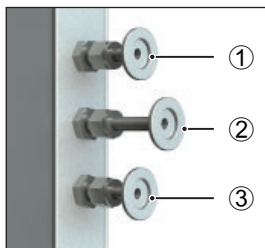
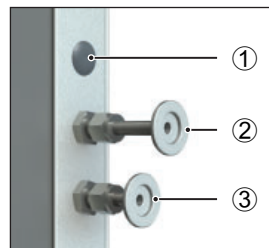

Рис. 21 Соединения на обратной стенке устройств VO 49 Premium и VO 101 Premium
Рис. 22 Соединения на задней стенке устройств VO 29 Premium и всех стандартных устройств
С помощью соединительного шланга соедините патрубок для вакуума на задней стенке устройства (Рис. 21 и Рис. 22 ③) с патрубком вакуумного насоса.
С помощью соединительного шланга с разъемом DN16KF подсоедините баллон с инертным газом (редукционный клапан) к патрубку на задней стенке устройства (Рис. 21 ©). Настройте редукционный клапан на давление от 1,0 до 1,2 бар.